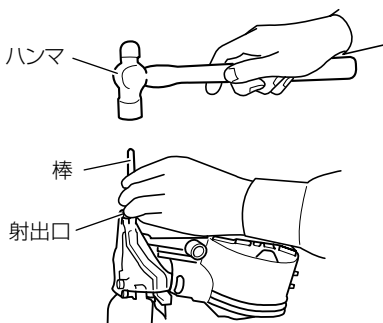

図 29
- 釘をマガジン内より抜き取り、釘ガイドを開き、射出口から細い棒を入れハンマでたたきます。(図 29)